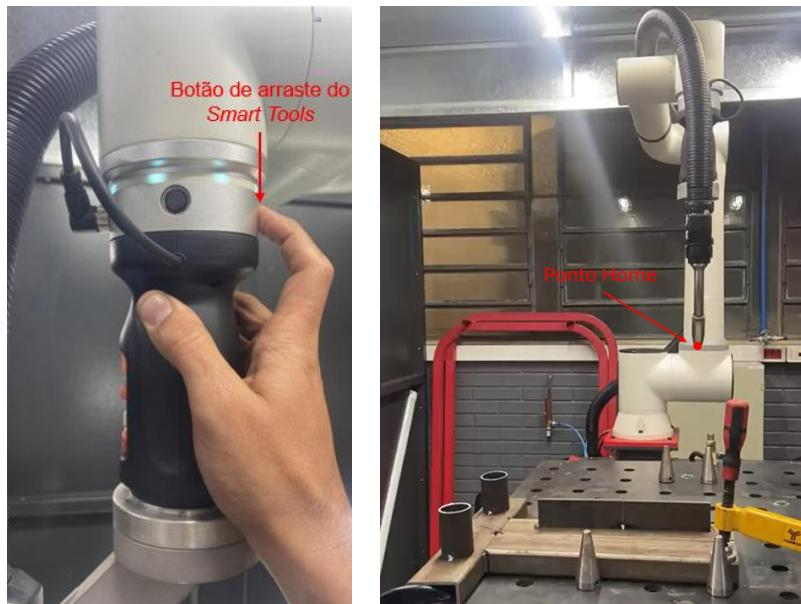

Figura 39. Smart Tools, botão de arraste.
1. Mantenha pressionado o botão de arraste do *Smart Tools*, e conduza o braço até um ponto seguro, acima de obstáculos na mesa de trabalho (Figura 39).